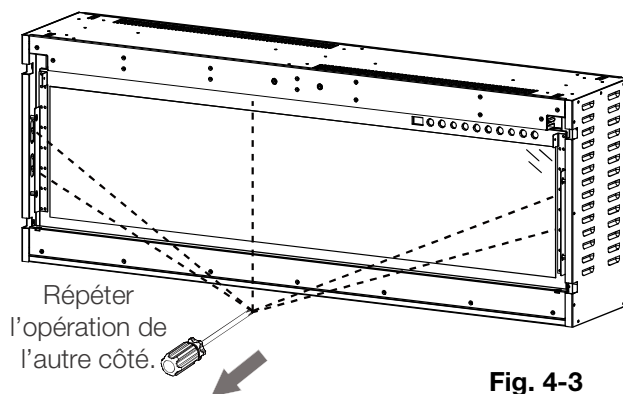

Fig. 4-3
- Retirer les 5 vis qui maintiennent la vitre en place (**Fig. 4-3**).